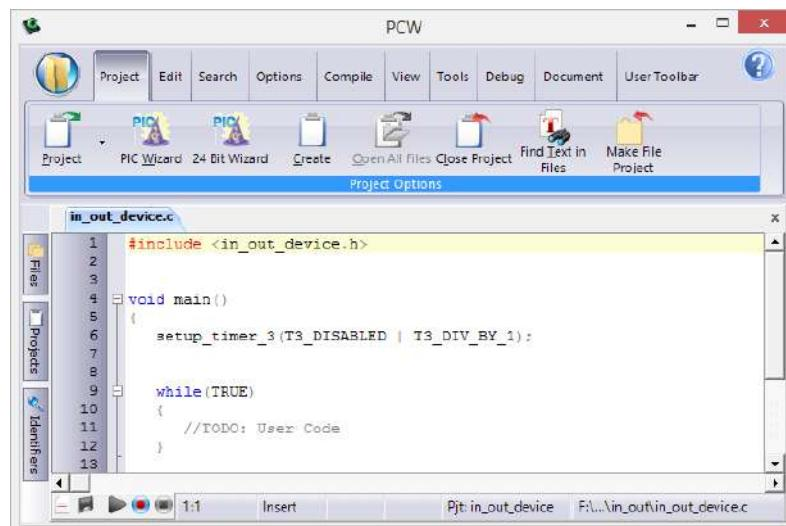

Рисунок 3.1.9 – Згенерований майстром **PIC Wizard** програмний код
8. Натиснути кнопку **OK**. Буде згенерований наступний код (рис. 3.1.9):